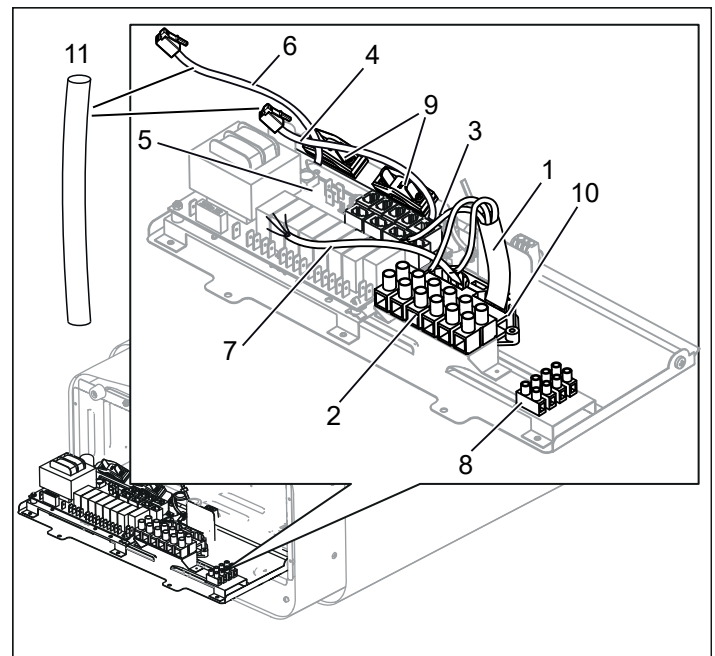
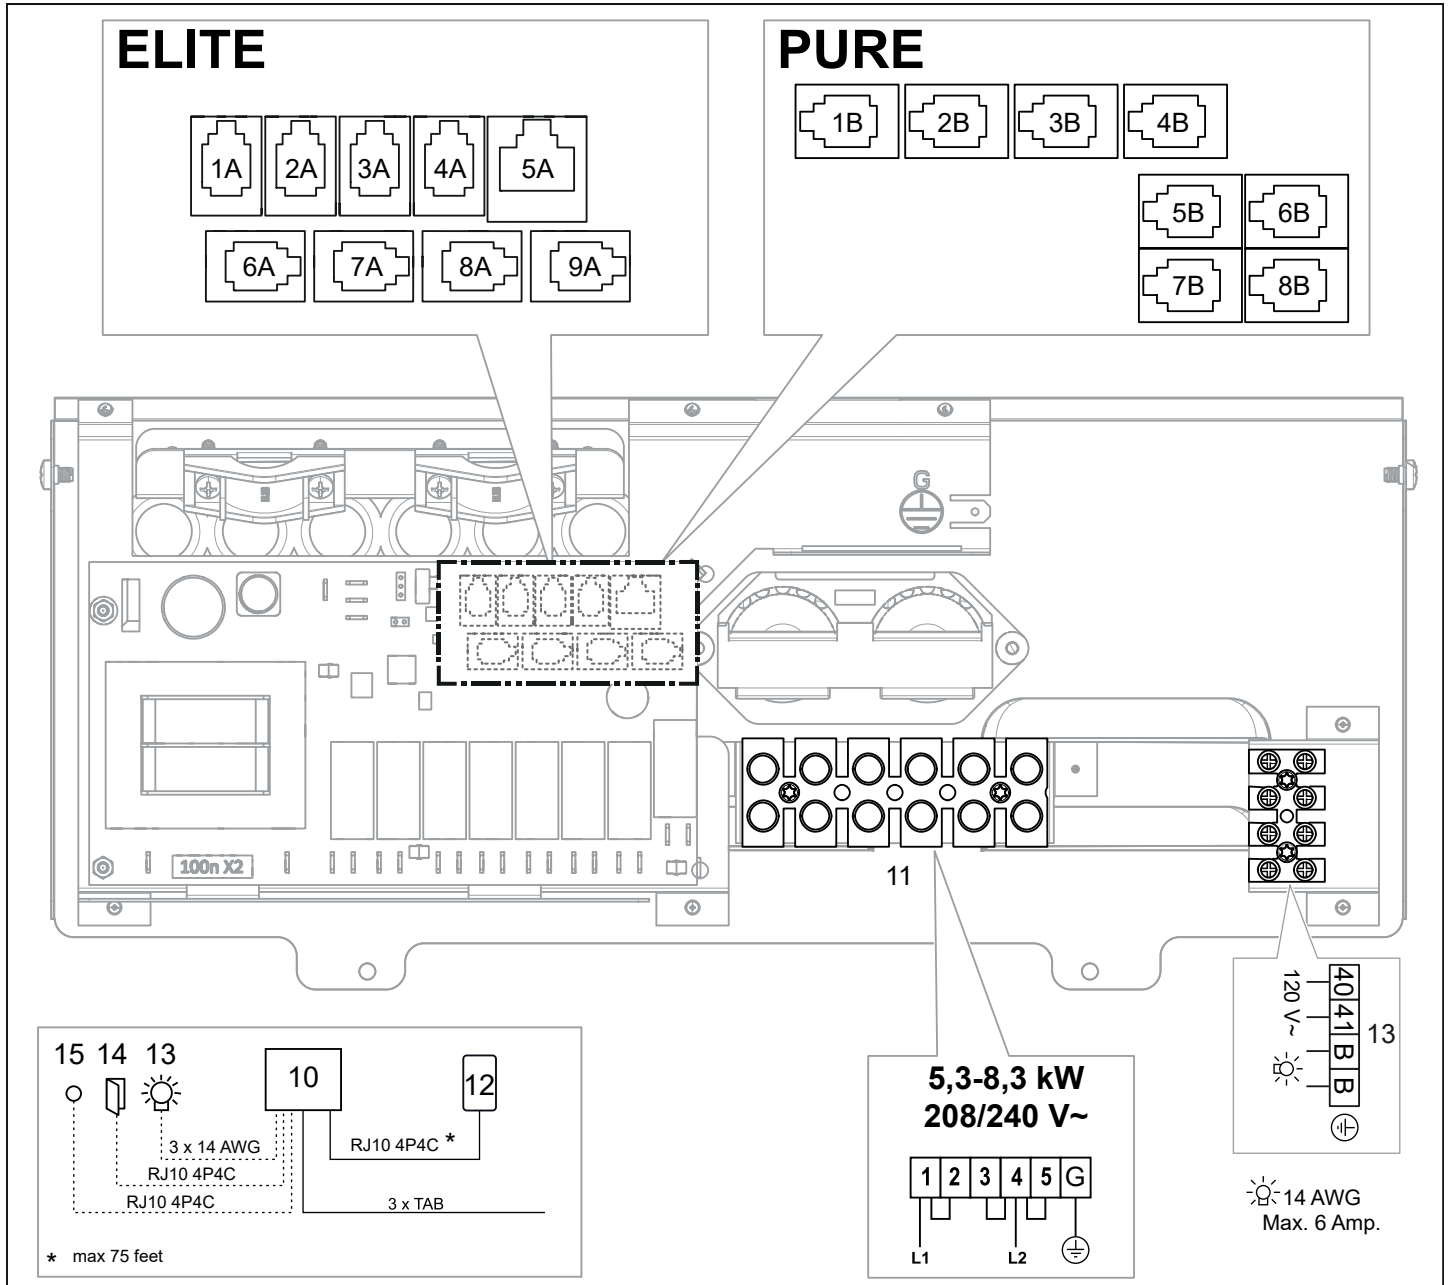

Fig. 10 : Carte électronique
Fig. 18 : Schéma de branchement
3. Raccorder le câble électrique (1) au bornier (2) (voir Fig. 10), en suivant le schéma de raccordement (voir le paragraphe Schéma de raccordement/branchement, page 23).
4. Acheminer les câbles du panneau de commande et de la sonde de température à travers les passe-câbles (3). Raccorder le câble du panneau de commande (4) à l'un des quatre connecteurs RS485 (pos. 5-8 Pure, 6-9 Elite) (voir Fig. 10), en suivant le schéma de raccordement (voir le paragraphe Schéma de raccordement/branchement, Fig 18 page 23).
5. Raccorder le câble des sondes d'humidité et de température (6) à l'un des quatre connecteurs RS485 (pos. 5-8 Pure, 6-9 Elite) (5), en suivant le schéma de raccordement (voir le paragraphe Branchement/Schéma de câblage, Fig.18 page 23).
6. Raccorder le cas échéant le câble de l'éclairage (7) voir Fig. 10, au bornier (8) en suivant le schéma de raccordement Fig.18.
Pour un raccordement à d'autres tensions ou d'autres nombres de phases ne figurant pas sur le schéma Fig. 18, contacter le service de maintenance Tylö.